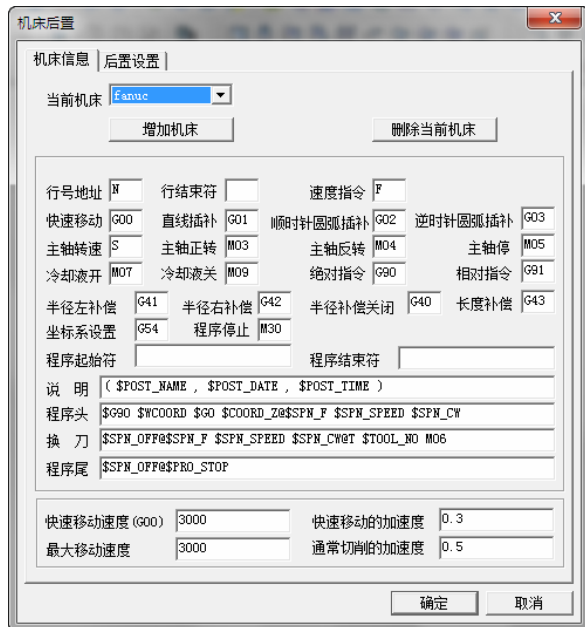

图 8-205 “机床后置”对话框
1) 选择“加工”→“后置处理”→“机床后置”命令,弹出“机床后置”对话框,在“当前机床”栏中选择“fanuc”,如图 8-205 所示。